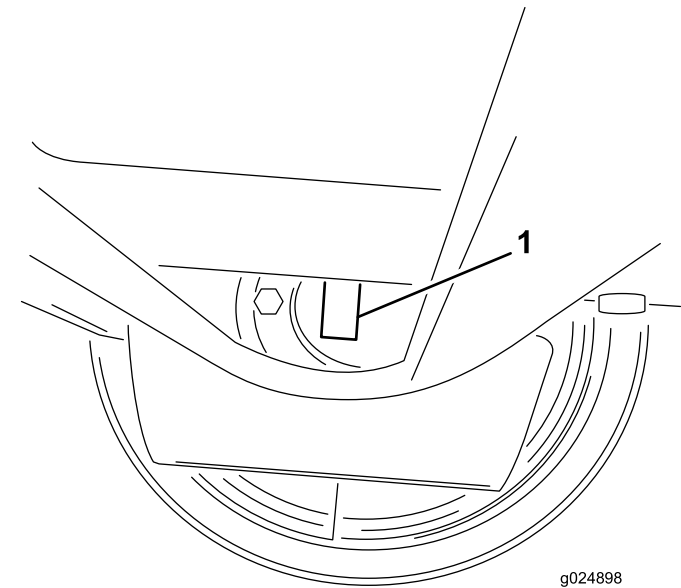

Рисунок 1
- 3. Проверьте табличку с серийным номером на колесном гидромоторе (Рисунок 1). Ее можно увидеть, если посмотреть на машину снизу.